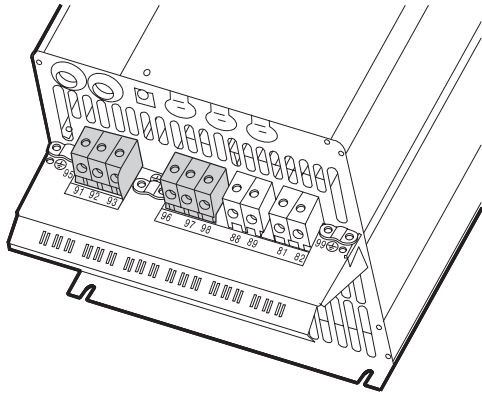

Рис. 27 Подключение питания и двигателя, С3
1. Подключите заземляющий провод к клемме 95 (PE). См. рис. 27 и 28.
1. Подключите заземляющий провод к клемме 99 (PE). См. рис. 27 и 28.
2. Подключите провода питания электродвигателя к клеммам 96 (U), 97 (V), 98 (W).